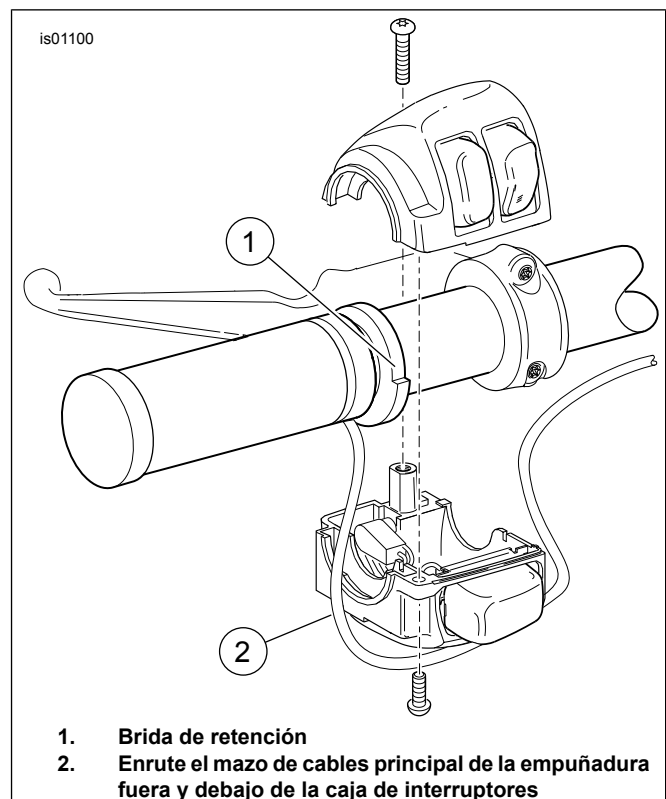

Figura 1. Empuñaduras con calefacción (lado izquierdo)
9. Vea Figura 1 . Posicione la empuñadura del lado izquierdo sobre el manillar para que la brida de fijación (1) pueda instalarse correctamente en la caja de interruptores inferior (2).